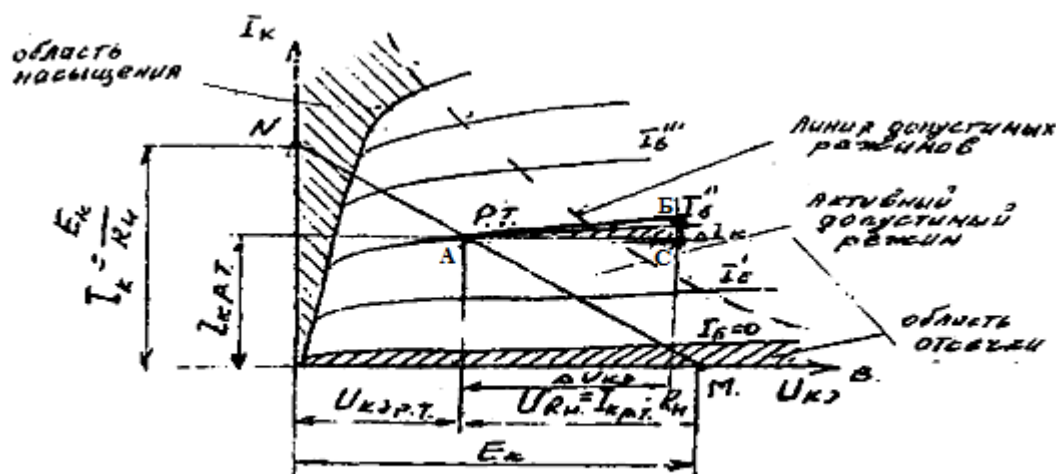
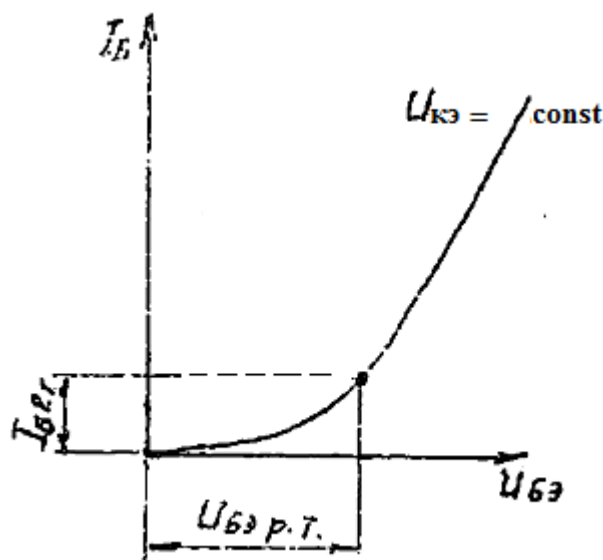

Рисунок 3 – Выходные характеристики транзистора
Рисунок 4 – Входная характеристика транзистора
Условием варианта могут быть заданы две из трех следующих точек: рабочая точка (р.т.), точка пересечения нагрузочной прямой с осью напряжения (М), точка пересечения нагрузочной прямой с осью токов (см. рисунок 3). Точка М имеет координаты: $U_{кэм} = E_k$; $I_{км} = 0$. Точка N имеет координаты:
3.6.8. Имея положение р.т. на выходных характеристиках и зная теперь величины $U_{кэрт}$ и $I_{брт}$ (рисунок 3), перенесите ее на входную характеристику при $U_{кэрт.} > 0$ (рисунок 4).